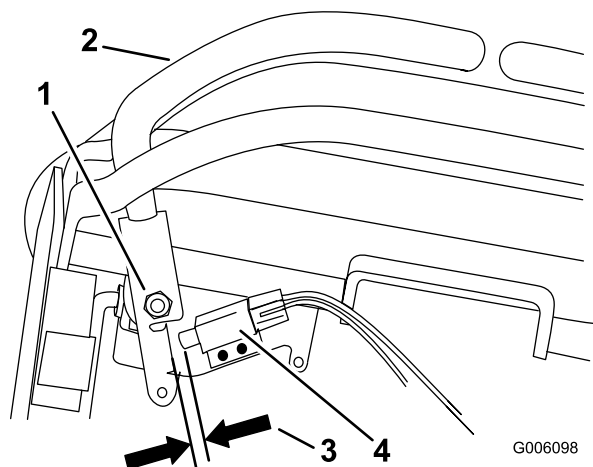

Figure 43
1. Vérifiez l'écartement entre le levier de commande et le contacteur, comme montré à la Figure 43.
2. Au besoin, desserrez les vis de fixation du contacteur et réglez ce dernier (Figure 43).